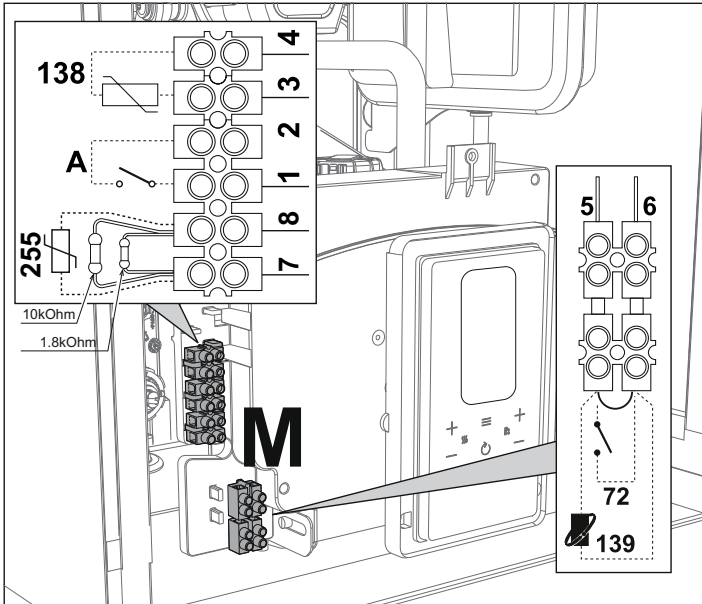
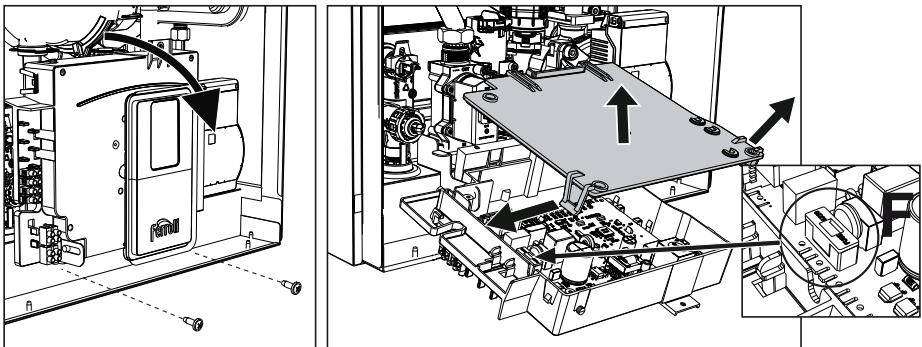

fig. 29
fig. 30
Dopo aver tolto il pannello frontale (sez. "Apertura del pannello frontale" a pag. 41) è possibile accedere alle morsettiere (M) e al fusibile (F) seguendo le indicazioni descritte di seguito (fig. 29 e fig. 30). I morsetti indicati nella fig. 29 devono essere a contatti puliti (non 230V). La disposizione dei morsetti per i diversi allacciamenti è riportata anche nello schema elettrico alla fig. 66.
Configurazione Interruttore ON/OFF (A fig. 29)